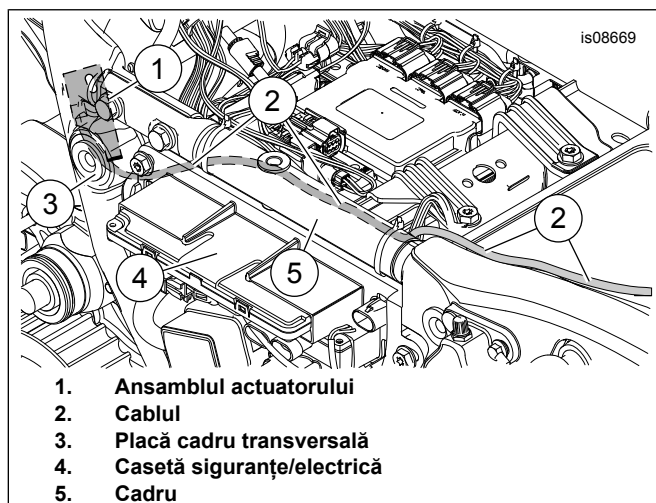

Figura 10. Direcționarea cablurilor
17. Consultați Figura 10 . Dirijați cablul (2) pe sub cadrul transversal.
18. Continuați dirijarea cablului (2) între caseta de siguranțe/electrică (4) și cadru (5) spre partea de sus a aripii spate și către suportul pentru spătar.